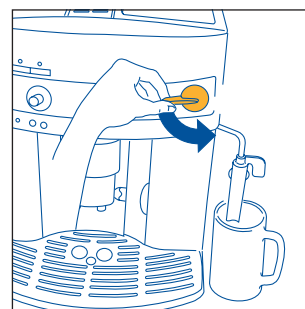

Fig.5
3. **STRAKS EFTER, INDEN DER ER GÅET HØJST 30 SEKUNDER**, drej dampbetjenings knappen mod uret så langt den kan komme (fig.5) (det er normalt, at maskinen larmer).
- Drej dampbetjeningsknappen en halv gang mod uret så langt den kan (fig. 5): det varme vand løber ud af cappuccinoadapteren og begynder at fylde den nedenstående beholder op.
- Lad lidt vand eller damp slippe ud i et par sekunder ved at dreje dampbetjeningsknappen mod uret helt i bund (fig. 5). Med denne operation kommer dampprøret af med eventuel tiloversbleven mælk.